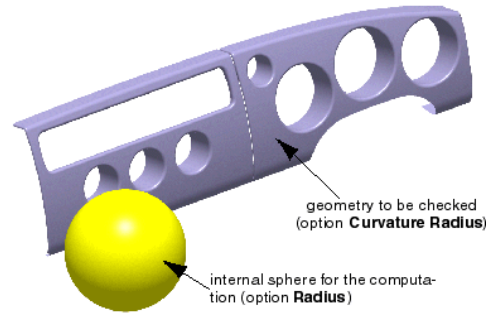

Figura 2.150 Representación de la esfera usada para el análisis.
- **Radius:** radio de la esfera usada para el análisis, suele estar entre 80 y 85mm (Figura 2.150).